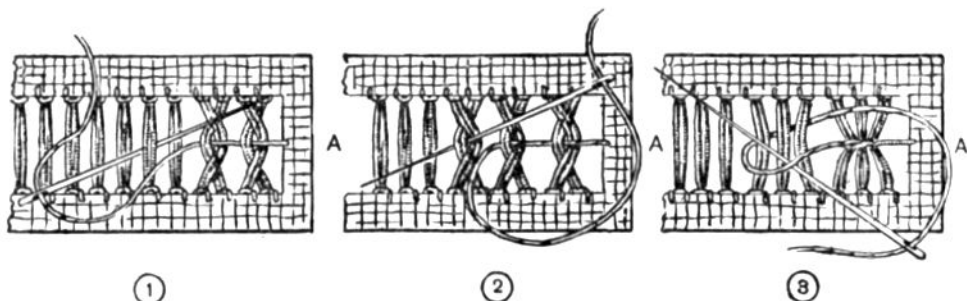

Рис. 210. Образцы различных мережек.
Вот еще один образец мережки. Сделайте мережку столбиком. Затем закрепите нитку в точке А. Иголку вколите между двумя столбиками (рис. 210(1)), поворачивая вместе с иглой и столбик, после этого выведите иголку наверх и т. д. Этот узор и последующие лучше вышивать цветной ниткой. Нитку, которая проходит между столбиками, будем называть средней.
Взгляните теперь на рисунок 210 (3). Это новый вид мережки. Закрепите нитку в точке А и захватите иглой три столбика; выведите иголку, сделав вокруг столбиков петлю, в которую проденьте иголку с ниткой; затяните петлю. Соединенные столбики будут похожи на букву «Ж».